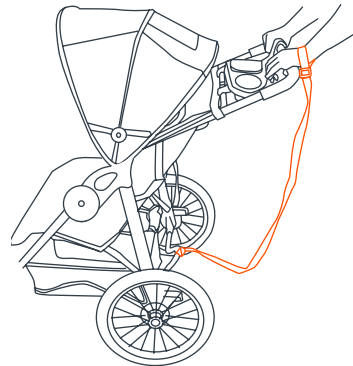

Fig. 16a
- **CORREA DE SEGURIDAD PARA LA MUÑECA:** Siempre conecte la correa de seguridad a cualquiera de las muñecas al trotar. Esta correa evitará que el cochecito ruede fuera de su alcance en caso de que usted se tropiece mientras corre (Fig. 16a).